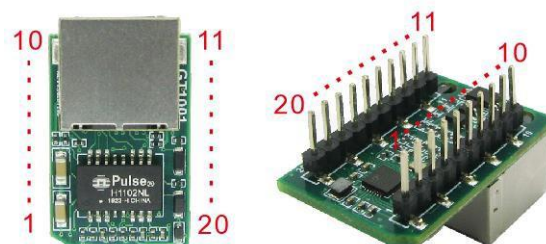
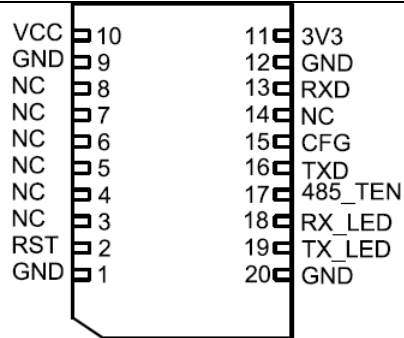

Abbildung 3-1 GT1001 Physikalische Zeichnung
Abbildung 3-2 Pinbelegungsdiagramm des GT1001
- (1) Der GT1001 ist in Abbildung 3-1 dargestellt; die Pinbelegung ist in Abbildung 3-2 zu sehen.